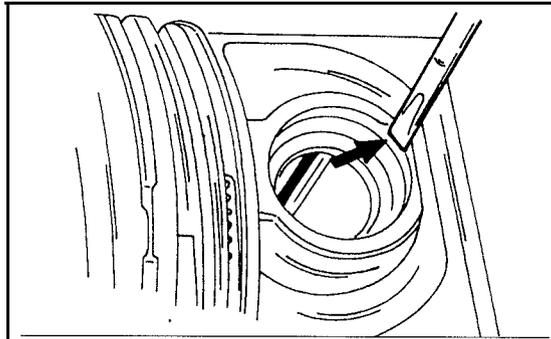

Bild 115
- Kolbenbolzen herausdrücken, nachdem die Sicherungsspangen entfernt wurden. Ein Einschnitt im Kolbenaug ermöglicht das Ansetzen eines Dorns, so dass man die Sicherungsspangen heraushebeln kann (siehe Bild 115). Den Bolzen mit einem passenden Dorn herauspressen.